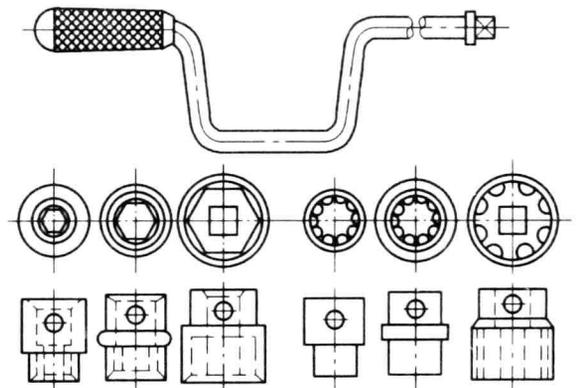

图 1-18 成套套筒扳手
e. 成套套筒扳手。如图 1-18 所示，它由梅花套筒和扳手柄组成，梅花套筒根据尺寸大小做成一套。使用时，只要将扳手柄方榫插入梅花套筒的方孔内即可工作；弓形手柄能连续地转动，棘轮手柄能不断地往复扳动，因此使用方便、工作效率高。